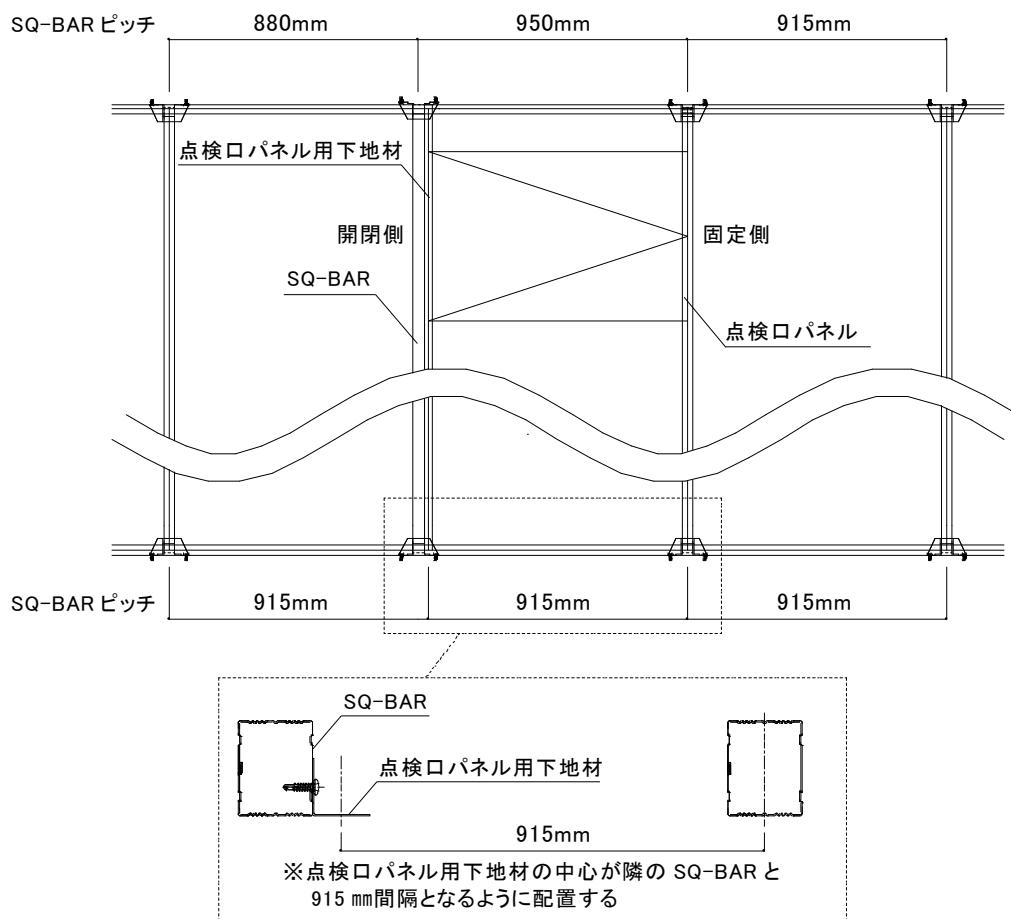

図 2-6-2 点検口パネル取付部の下地材間隔
3) SQ-BAR + 点検口パネル用下地材をランナーにはめ込む。点検口パネル用下地材の中心が隣の SQ-BAR と  $915\text{mm} \pm 1\text{mm}$  間隔となるように配置する。(図 2-6-2 参照)